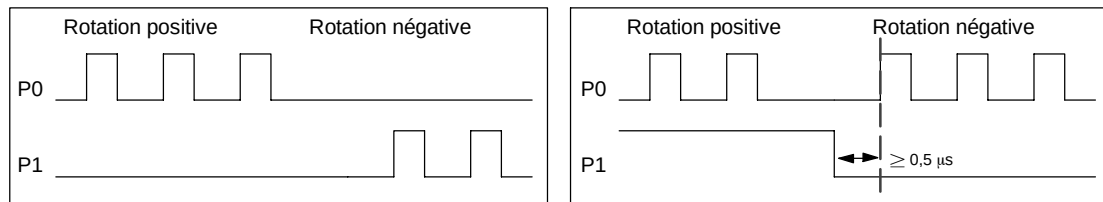

Figure 9-11 Options de rotation pour la polarité positive
- ☐ Sélectionnez la polarité des sorties et la méthode de commande directionnelle via l'onglet Sorties d'impulsion et de sens. Les figures 9-11 et 9-12 montrent les effets des choix pour la polarité et la méthode de commande directionnelle.